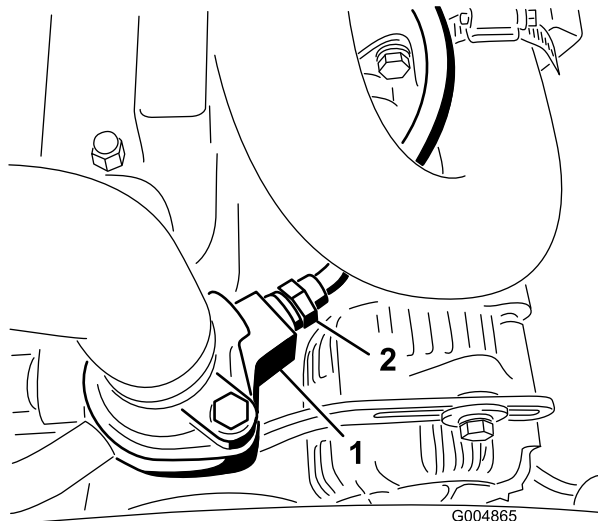

図 17
5. エンジンのサーモスタットハウジング右側のスイッチの配線を外してスイッチを取り外す 図 17。